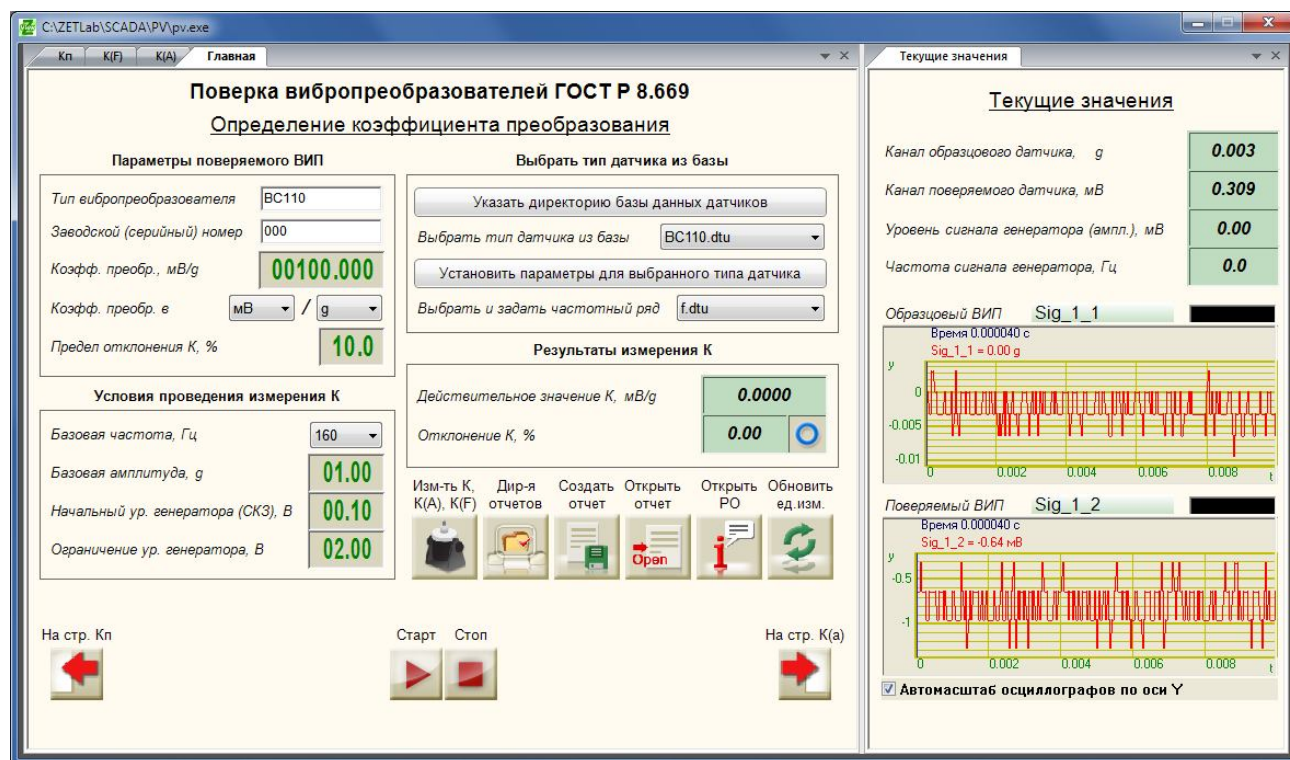

Рисунок 8.3 – Программа «Проверка вибропреобразователей по ГОСТ Р 8.669», страницы «Главная» и «Текущие значения»
4. Запускают программу «Проверка вибропреобразователей по ГОСТ Р 8.669», и настраивают на отображение страниц «Главная» и «Текущие значения» (Рисунок 8.3).